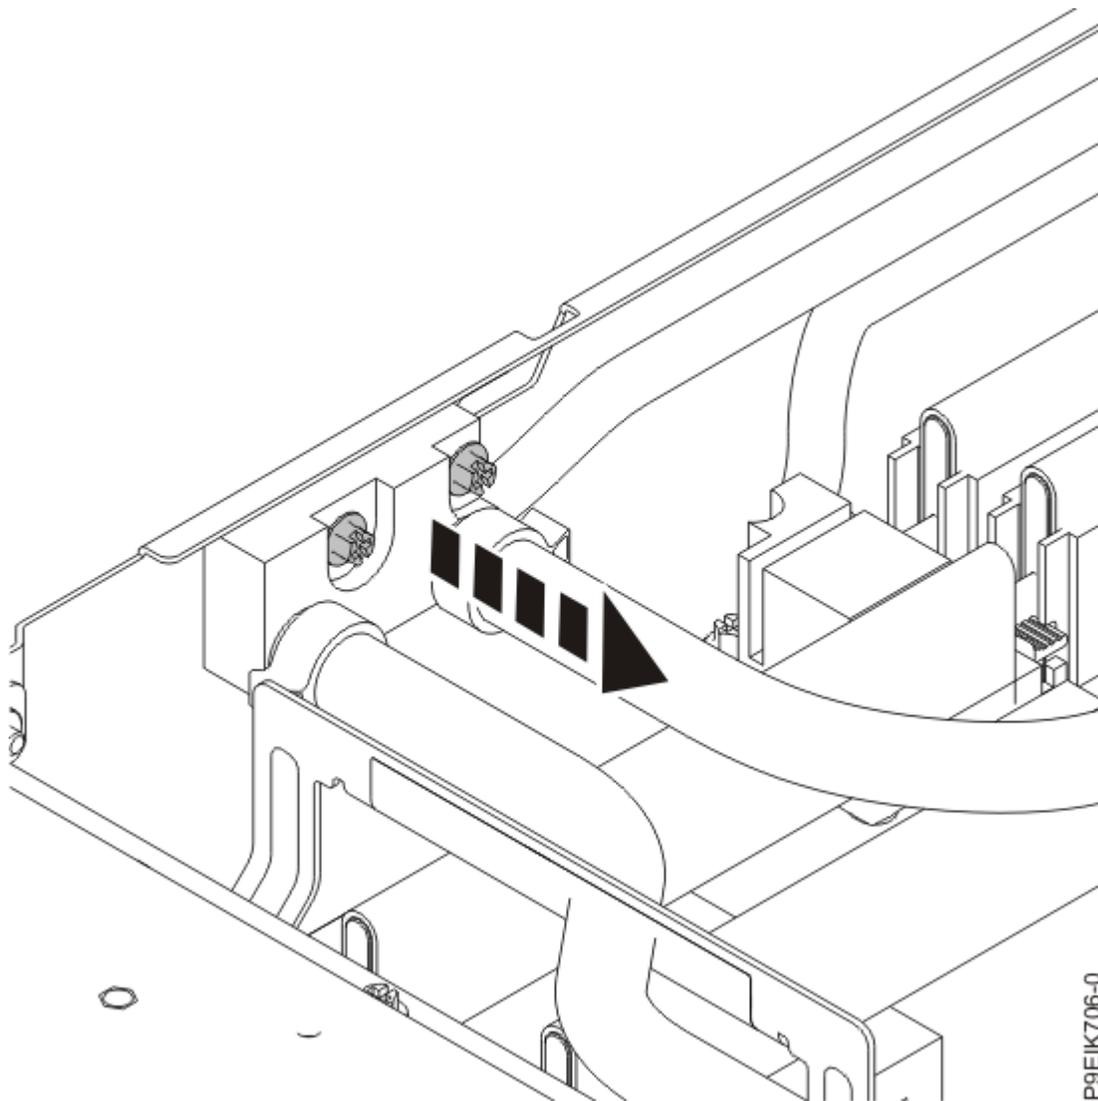

図 7. 側面冷却水パイプ・ブラケットからのねじの取り外し
4. パイプをシャーシの左側面に固定している 2 本のねじを取り外します (11 ページの図 7 を参照)。